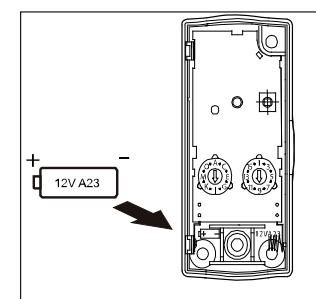

Fig. 6
- Montér et 12 Volt batteri (A23) med rigtig polaritet, for at undgå ødelæggelse af dørtryk 23-570. Fig. 6.